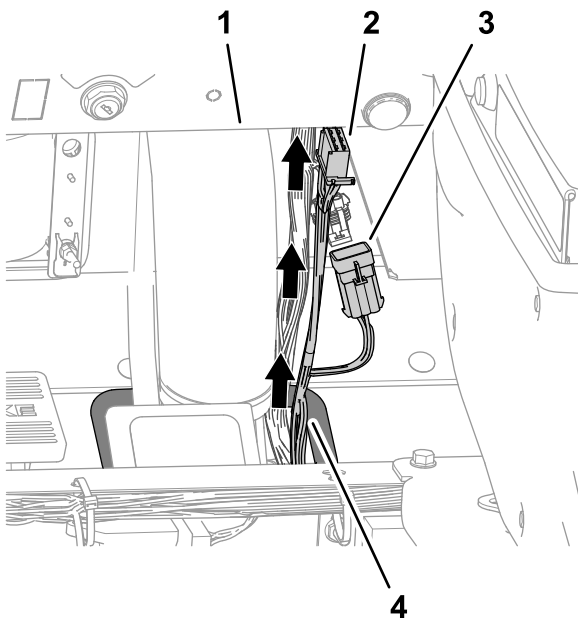

Bild 19
2. Verlegen Sie den Zweig des Kitkabelbaums nach oben und unter dem Armaturenbrett der Maschine (Bild 19).